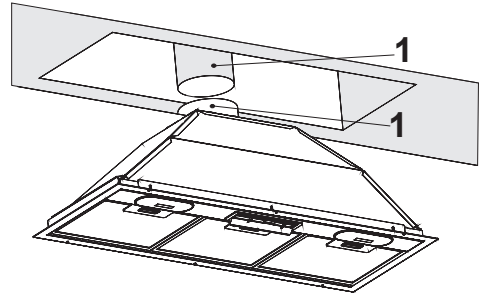

Abbildung 4
- Bringen Sie das Abluftrohr am Abluftkanal an und befestigen Sie es mit der Klemme (Abbildung 4)